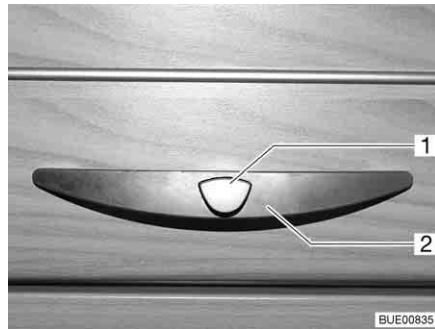
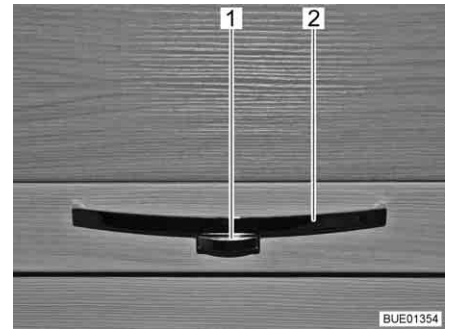

Bild 58 Skåplucka med handtag (exempel)
Bild 59 Skåplucka med handtag (exempel)
- Tryck på låsknappen (Bild 58,1 eller Bild 59,1) på handtaget (Bild 58,2 eller Bild 59,2) och håll den nedtryckt.